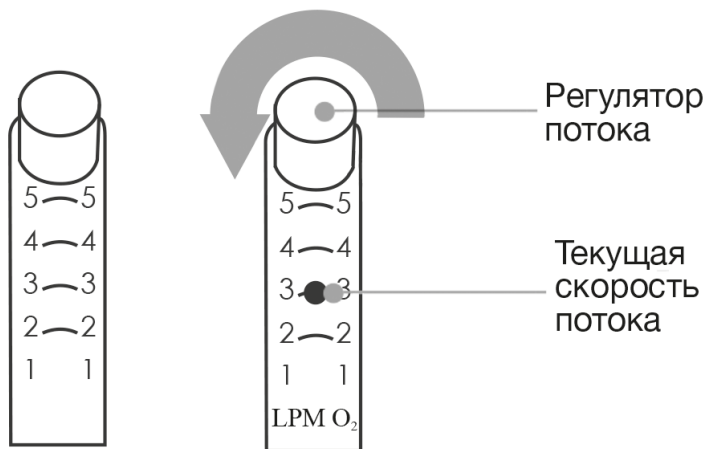

Рисунок 3. Расходомер
2. Отрегулируйте поток кислорода до предписанной врачом величины. С помощью поворотной ручки расходомера (Рисунок 3) установите требуемый поток кислорода. Вращая ручку регулировки, против часовой стрелки увеличивая скорость потока и по часовой стрелки уменьшая его, до тех пор, пока центр шарика в расходомере не совпадает с линией, регистрирующей заданную скорость потока.